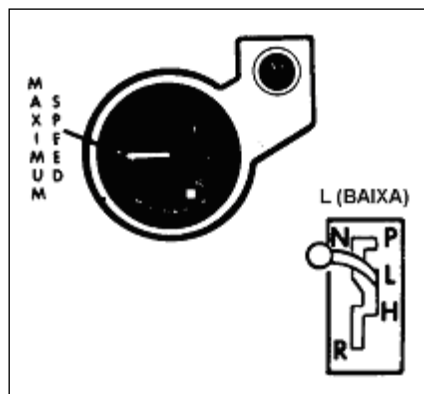

Fig 11-5. Alavanca seletora de marcha na posição "Baixa"
d. Velocidade BAIXA (Fig 11-5)
(1) Usar essa marcha (L) quando operar em terreno macio, acidentado ou íngreme, ou quando inicia o movimento para frente.
(2) Quando estiver descendo ladeiras nesta marcha e com o CC se movendo para frente, manter a rotação do motor abaixo do 2400 RPM pelo acionamento do freio de serviço
(3) A velocidade máxima nessa marcha é de 10 MPH.